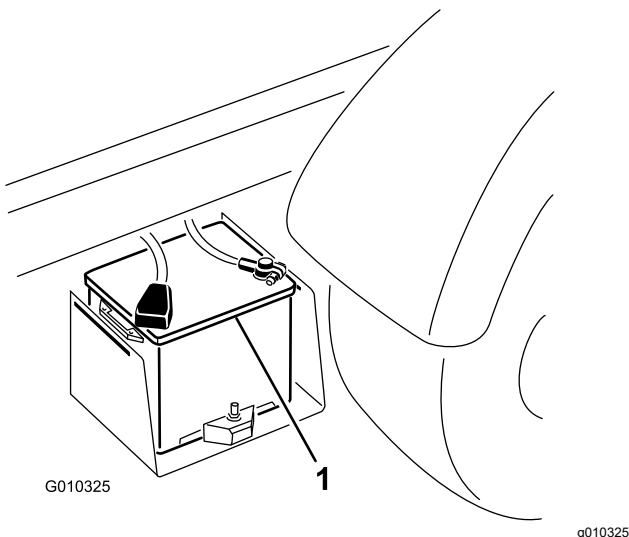

Figura 43
2. Conecte un cable de batería entre los bornes positivos de las dos baterías (Figura 43).